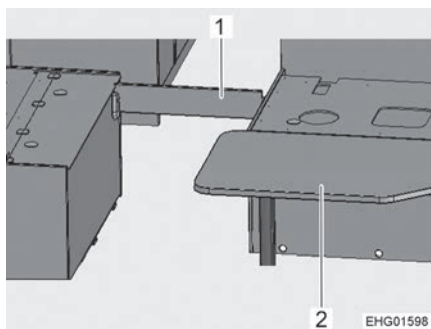

Fig. 145 Pendant la transformation
- Convertir la table (Fig. 145, 2) en sommier de lit (voir paragraphe 6.7).
- Mettre le renfort (Fig. 145,1) en place.